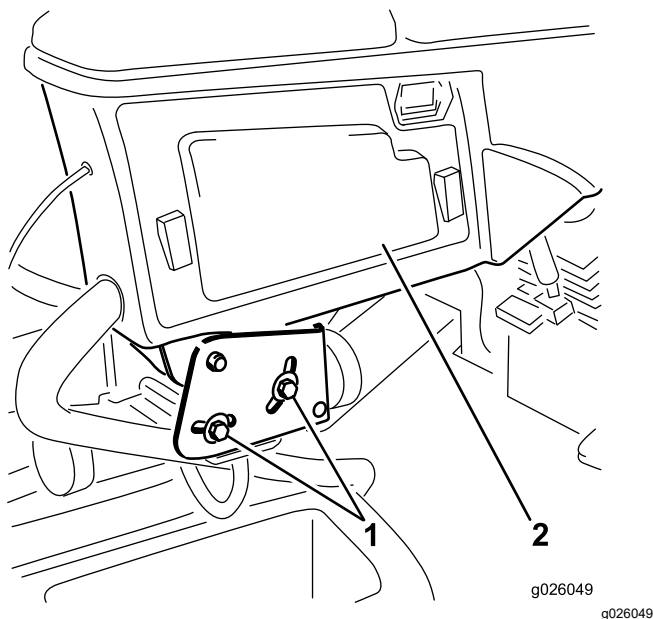

Рисунок 1
4. Удалите 2 регулировочных болта, которые крепят рычаг управления к опоре сиденья (Рисунок 1). Аккуратно отложите рычаг управления в сторону.
5. Установите рычаг управления с помощью 2 ранее снятых регулировочных болтов рычага управления (Рисунок 1). Отрегулируйте должным образом.
6. Установите панель доступа на рычаг управления (Рисунок 1).